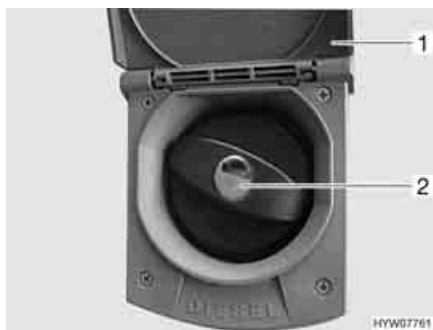

Fig. 28 Coperchio per bocchettone di riempimento per il rifornimento di carburante (classe B, classe S)
- Alzare lo sportello (Fig. 28,1) verso l'alto.
- Inserire la chiave nel cilindro della serratura (Fig. 28,2) e ruotare in senso antiorario.